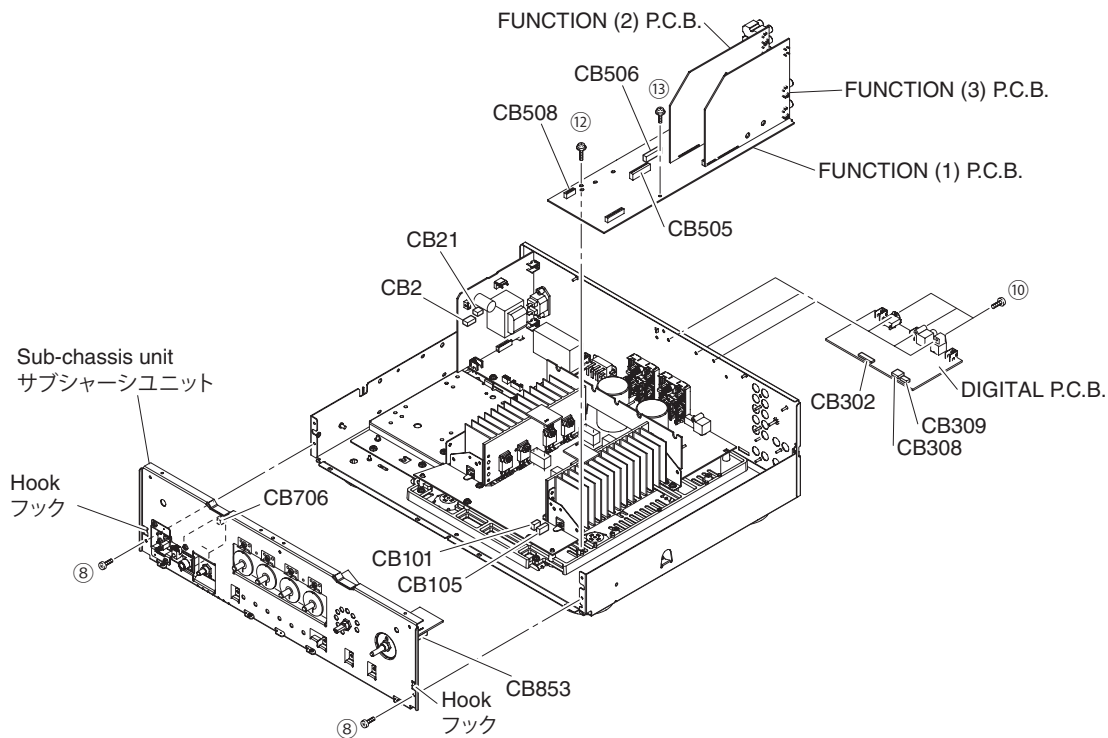

Fig. 2
- Remove 2 screws (⑧). (Fig. 2)
- Remove CB505, CB508, CB706 and CB853. (Fig. 2)
- Release 2 hooks and then remove the sub-chassis unit. (Fig. 2)
- Remove 3 screws (⑩). (Fig. 2)
- Remove CB21, CB302, CB308 and CB309 and then remove the DIGITAL P.C.B. (Fig. 2)
- Remove screw (⑫) and screw (⑬). (Fig. 2)
- Remove CB2, CB101, CB105 and CB404 and then remove the FUNCTION (1)~(3) P.C.B. (Fig. 2)
- ⑧のネジ2本を外します。(Fig. 2)
- CB505、CB508、CB706、CB853を外します。(Fig. 2)
- フック2箇所を外し、サブシャーシユニットを取り外します。(Fig. 2)
- ⑩のネジ3本を外します。(Fig. 2)
- CB21、CB302、CB308、CB309を外し、DIGITAL P.C.B.を外します。(Fig. 2)
- ⑫のネジ1本、⑬のネジ1本を外します。(Fig. 2)
- CB2、CB101、CB105、CB404を外し、FUNCTION (1) ~ (3) P.C.B. を一緒に取り外します。(Fig. 2)